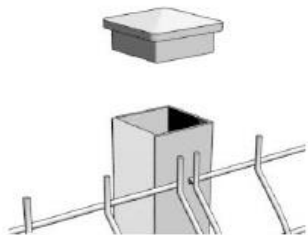

Рис. 3
1. Перед началом работ по установке опор, на верхний торец каждого столба монтируются пластиковые заглушки, входящие в комплект поставки (рис. 3). Они применяются для закрытия верхнего торца столба и защиты его от попадания осадков.